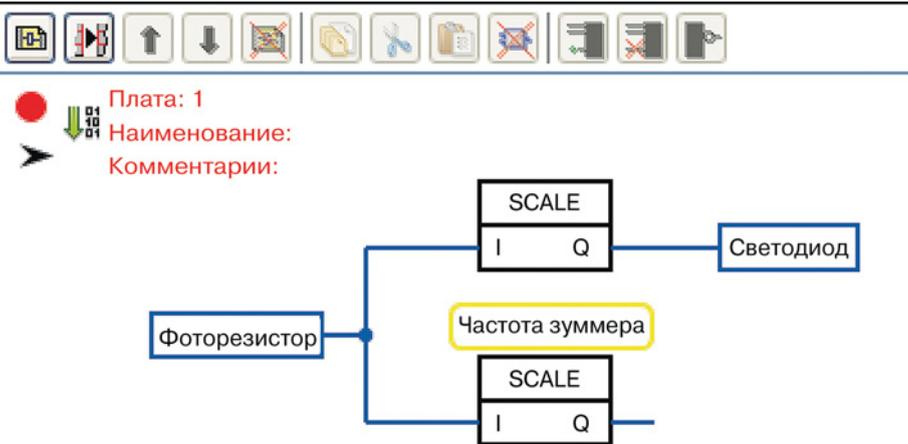

Рис. 6.17. Схема соединения блоков
7. Соедините блоки в схему (рис. 6.17). Сигнал с фоторезистора должен подаваться в блоки масштабирования. Каждый блок масштабирования имеет два порта: **Input (I)** — вход, **Quit (Q)** — выход. К выходу неподписанного блока масштабирования подключите блок светодиода.